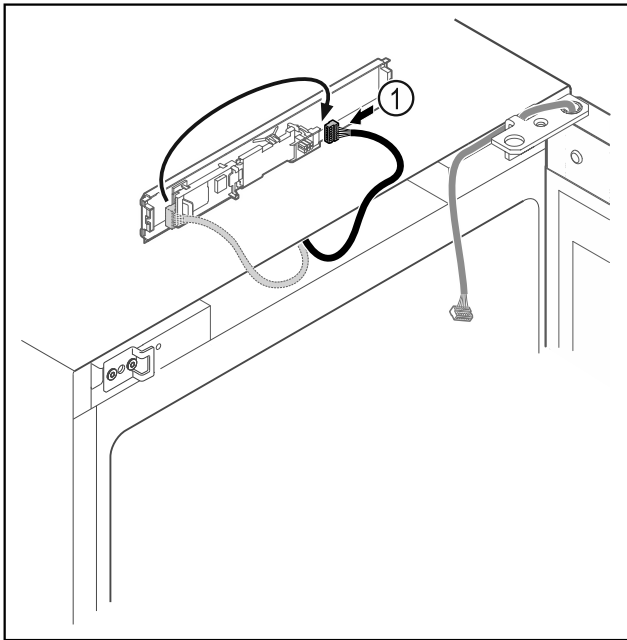

Fig. 21
- ▶ Преместете щекера Fig. 21 (1) на платката.